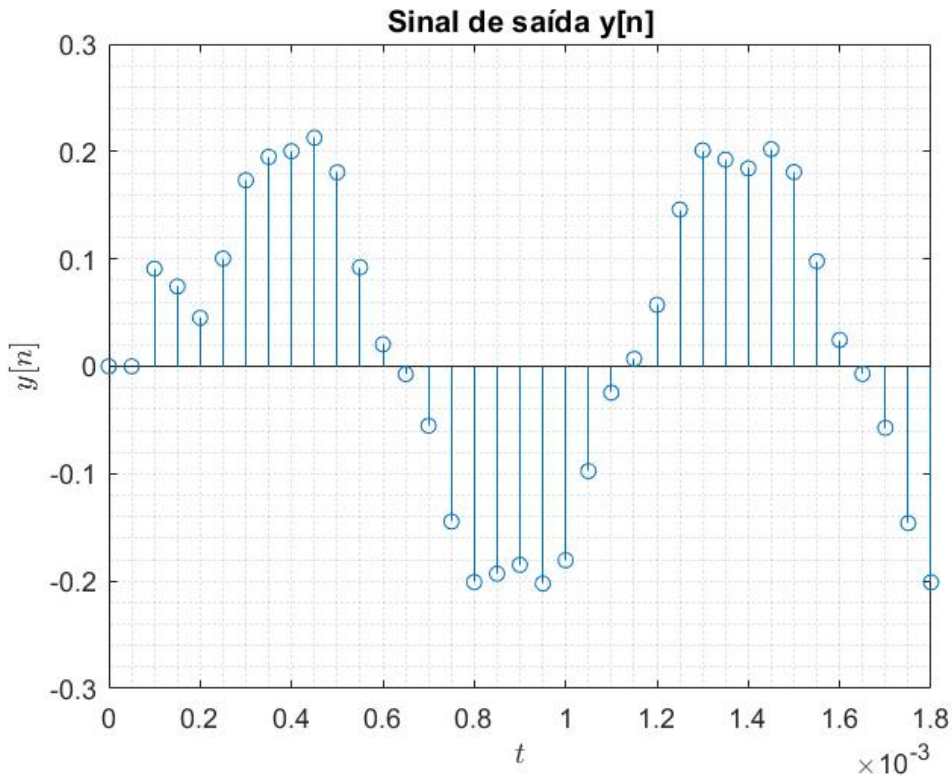

Figura 5: Sinal  $y[n]$  obtida pela equação de diferenças.
Assim, aplicando a transformada de Z inversa, tem-se a equação de diferenças em (3), da qual é possível determinar a saída, como realizado no código em anexo (Anexo 6.1) por meio do comando **for**. Ademais, na Figura 5 observa-se o resultado obtido, sendo que para as extremidades as distorções levam  $y[n]$  a 0 devido a consideração de que para  $n < 0$ ,  $y[n] = 0$ .